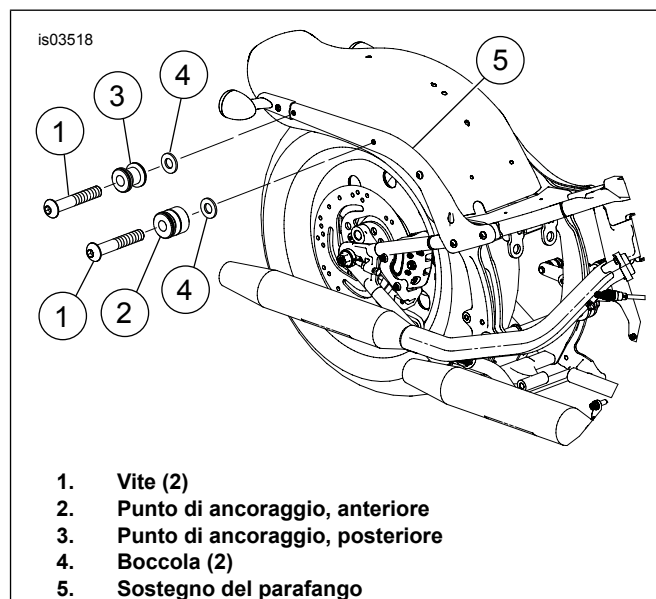

Figura 1. Bulloneria esistente (con punti di ancoraggio)
2. *Punti di ancoraggio già installati:* Vedere Figura 1. Rimuovere le viti (1), il punto di ancoraggio anteriore (2), il punto di ancoraggio posteriore (3) e le boccole (4) dal sostegno del parafango (5). Eliminare le viti ma mettere da parte i punti di ancoraggio e le boccole per l'installazione del kit. *Punti di ancoraggio non installati in precedenza:*